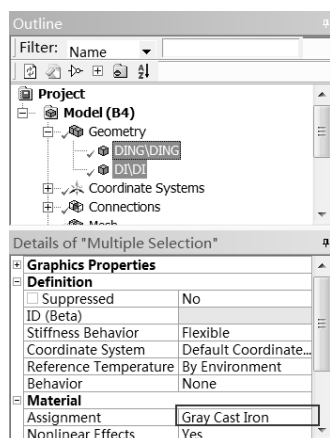

图 7-33 选择材料
Step2：如图 7-33 所示，在 Outline（分析树）中的 Model（B4） Geometry 菜单的下面出现的 Details of “multiple selection” 面板的 Material Assignment 栏中选择 Gray Cast Iron 选项。